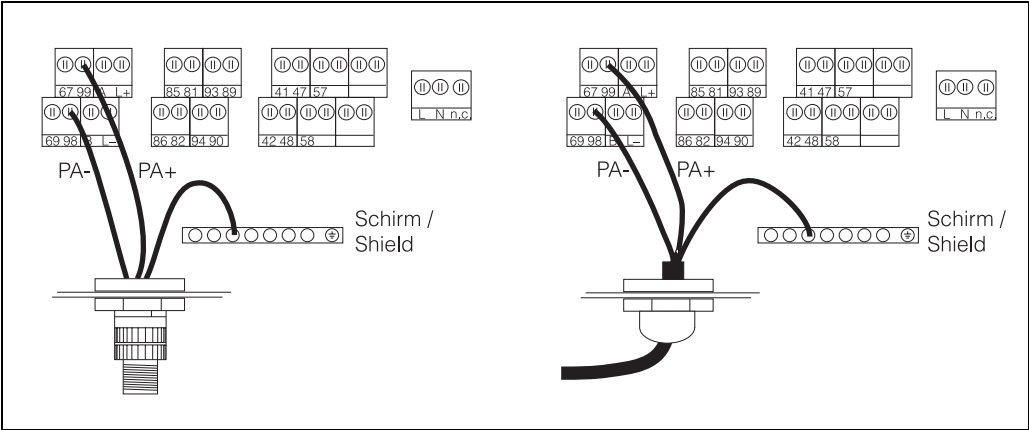

Abb. 4: Buskabelanschluss Messumformer Mycom S-PA
3. Schließen Sie die Kabeladern des Buskabels gemäß Abb. 4 an den Klemmenblock an.